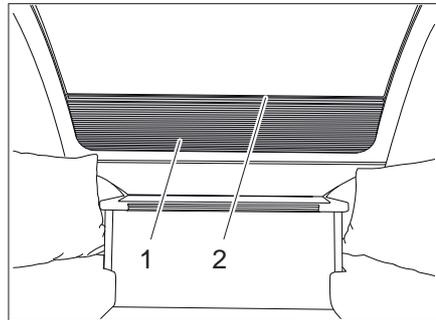

Fig. 42 Store occultant de la fenêtre avant
- Fermer:** ■ Tirer le store occultant vers le haut au niveau de l'encoche (Fig. 42,2).
- Ouvrir:** ■ Tirer le store occultant (Fig. 42,1) vers le bas au niveau de l'encoche (Fig. 42,2).